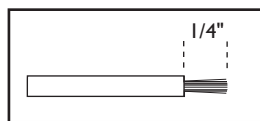

fig. 2
- Couper le fil de signal bleu (côté de sonde de DENSO) approximativement 7,6cm, puis dénuder 0,63cm de l'isolation du fil et de son fil correspondant (côté de connecteur). (Voir fig. 2) Couper un fil noir de réchauffeur (côté de sonde de DENSO) approximativement 5cm fil et son correspondant (côté de connecteur) approximativement 2.54cm. Couper l'autre fil noir de réchauffeur (côté de sonde) approximativement 2.54cm et son dos correspondant approximativement 5cm de fil (côté de connecteur). Couper le dos restant approximativement 7,6 de fil (côté de connecteur) et dénuder 0,62 de l'isolation du fil et du fil de masse blanc (côté de sonde).